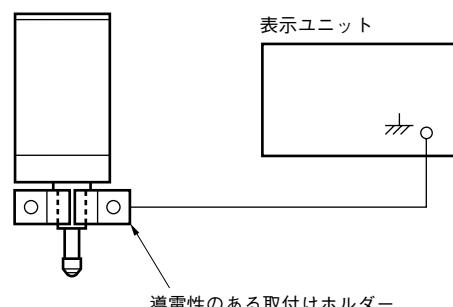

図2.アース線の接続
- ノイズの影響を受ける環境で本機をご使用になる場合、図2のようにシステム部(またはシステムと同電位にある装置本体)と表示ユニットのグランド端子をアース線で接続してください。